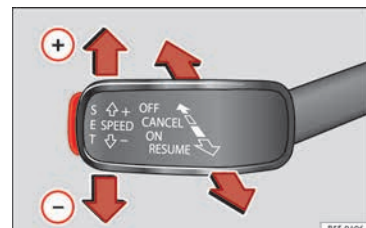

Fig. 49 Ver ubicación en la **pág. 9-10** **»»**
- Conectar el GRA: sitúe la tercera palanca en **ON** »» **fig. 49**. El sistema se enciende, pero no regula por no tener programada ninguna velocidad.
- Activar el GRA: pulse el botón **SET** »» **fig. 49**. Memoriza y regula velocidad actual.
- Desconectar el GRA temporalmente: mueva la palanca hasta **CANCEL** »» **fig. 49** y suéltela o
- Conectar el GRA de nuevo: mueva la palanca hasta **RESUME** »» **fig. 49** y suéltela. La velocidad memorizada se guarda y regula de nuevo.
- Desconectar el GRA: mueva la tercera palanca hasta la posición »» **fig. 49** a **OFF**. Se desconecta el sistema y la velocidad memorizada se borra.